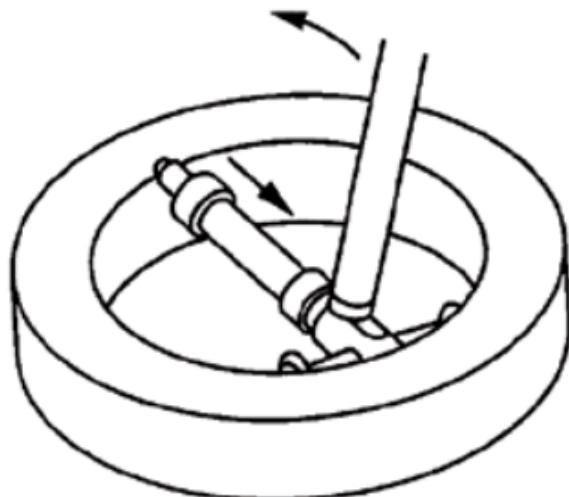
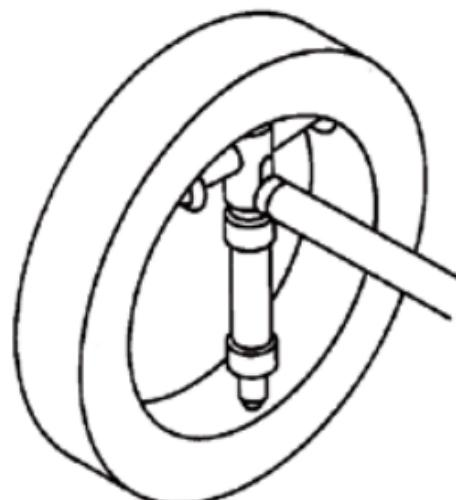

Fig. 4.
Fig. 5.
1. Incliner légèrement l'instrument et l'introduire, patin de centrage en premier, dans l'alésage à mesurer (Fig. 4). En position horizontale de l'alésage, faire appuyer l'instrument sur la touche de mesure fixe dirigée vers le bas (Fig. 5).
1. *Leicht geneigtes Gerät, mit der Zentrierbrücke zuerst in der zu messenden Bohrung aufsetzend, einführen (Fig. 4). Bei horizontaler Lage der zu erfassenden Bohrung bitte darauf achten, dass sich das Gerät am nach unten zeigenden festen Messanschlag abstützt (Fig. 5).*
1. Tilt the instrument slightly and insert it into the bore to be measured, the centring shoe first (Fig. 4). Where horizontal position of the bore, rest the instrument on the fixed measuring bolt downwards (Fig.5).